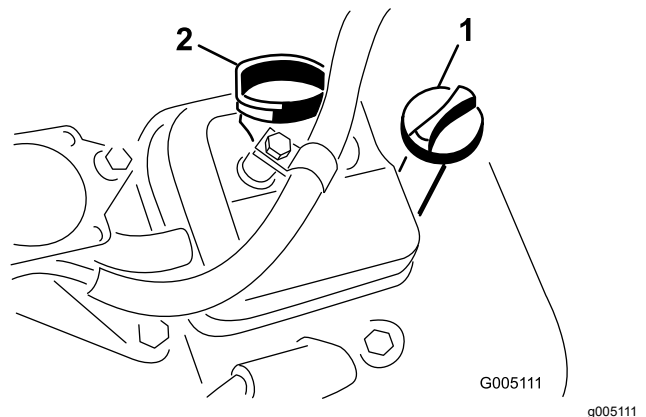

Figure 39
3. Remettez la jauge dans le tube et vissez-la dedans (Figure 39).